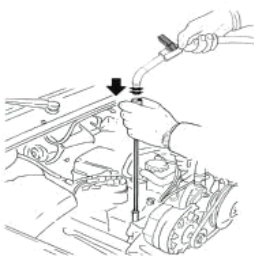

Рис.3
- Вставьте наконечник щупа во входное отверстие масла двигателя. (Рис. 3)